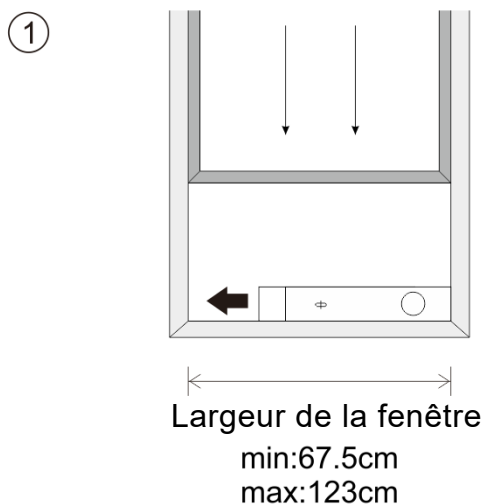

Fig.5
Le mode d'installation du kit est principalement "horizontal" ou "vertical". Comme indiqué sur la Fig. 5 et la Fig. 5a, vérifiez le min. et max. taille de la fenêtre avant l'installation.
1. Installez le kit sur la fenêtre (Fig.5, Fig.5a);